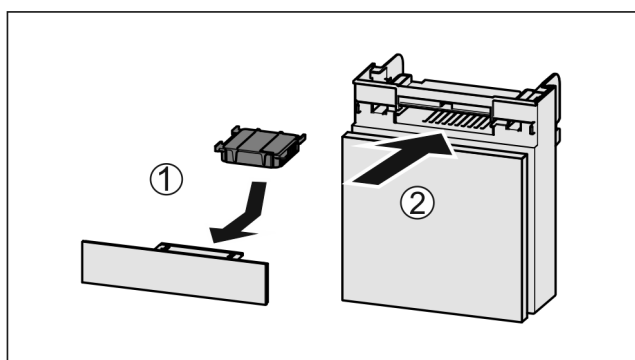

Fig. 211
- Filtr s aktivním uhlím vložte podle vyobrazení Fig. 211 (1).
- Zásuvku zasuňte Fig. 211 (2).